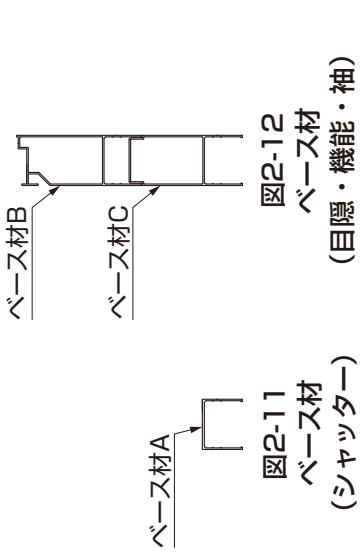
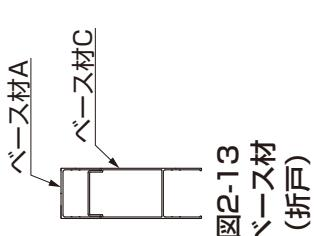

図2-12
図2-13
(2) ベース材の配置
- ①ベース材の配置を確認してください。
- ベース材には種類があります。(図2-11、図2-12、図2-13参照)